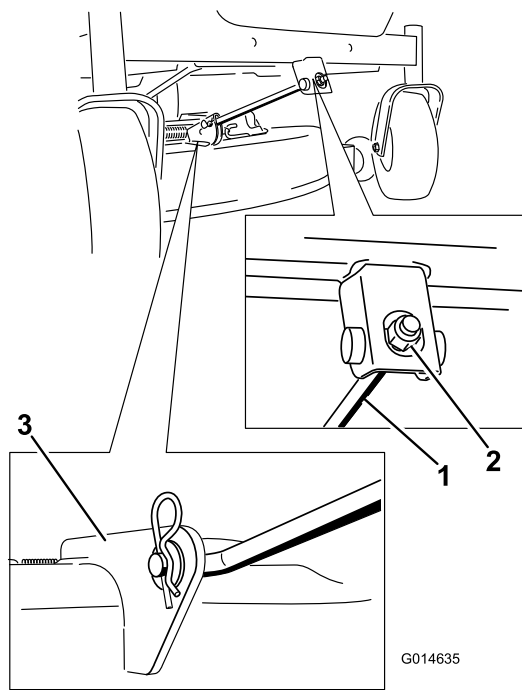

Figura 75
5. Remova o contrapino do gancho da barra de suporte da frente e remova a barra do suporte da plataforma (Figura 75).